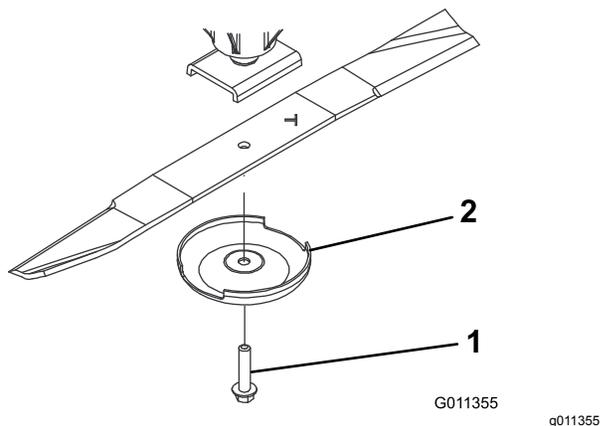

Рисунок 124
3. Снимите болт ножа, защитный колпак и нож с вала шпинделя (Рисунок 124).